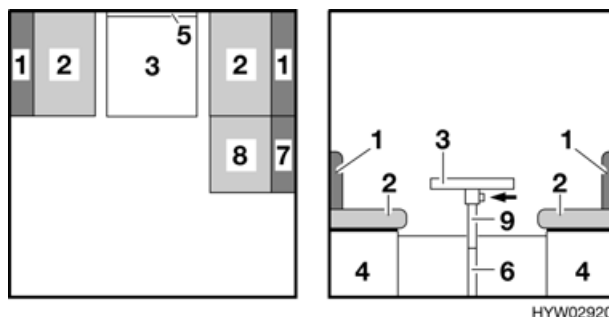
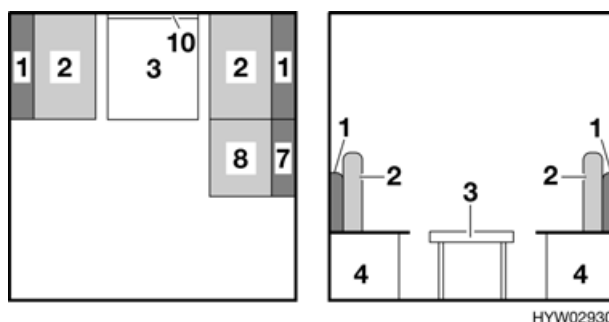

Fig. 48 Prima della trasformazione
Fig. 49 Durante la trasformazione
- Sistemare i cuscini del divano (Fig. 48,2).
- Sollevare leggermente il piano del tavolo in avanti (Fig. 48,3).
- Dal piede del tavolo estrarre verso il basso il piede ad innesto (Fig. 48,6) e riporlo.
- Sbloccare il piede del tavolo (Fig. 48,9) dall'elemento di fissaggio e ribartarlo verso l'alto sul lato inferiore del tavolo.
- Alzare il piano del tavolo (Fig. 49,3) di circa 45°, sollevarlo dalla guida di supporto superiore (Fig. 48,5) e mantenerlo ad un angolo di 45°.
- Agganciare il piano del tavolo nella guida di supporto inferiore (Fig. 49,10) con un angolo di 45° e deporlo sul pavimento con i puntelli.